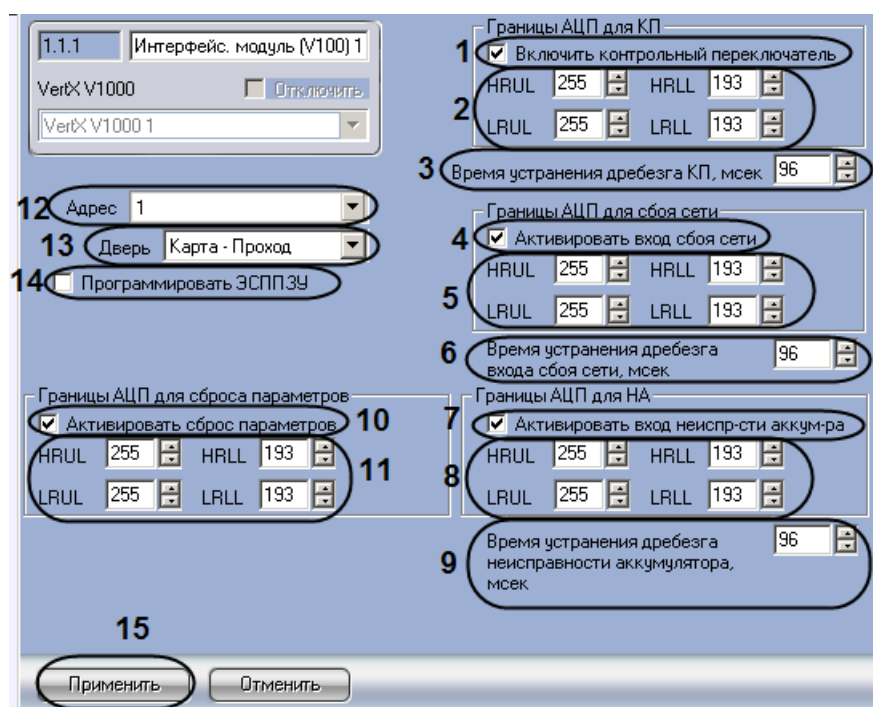

Рис. 3.8—2 Настройка интерфейсного модуля V100
2. Установить флажок **Программировать ЭСППЗУ** если требуется конфигурировать ЭСППЗУ (см. Рис. 3.8—2, 14).
3. Если контрольный переключатель включен, необходимо установить соответствующий флажок (см. Рис. 3.8—2, 1).